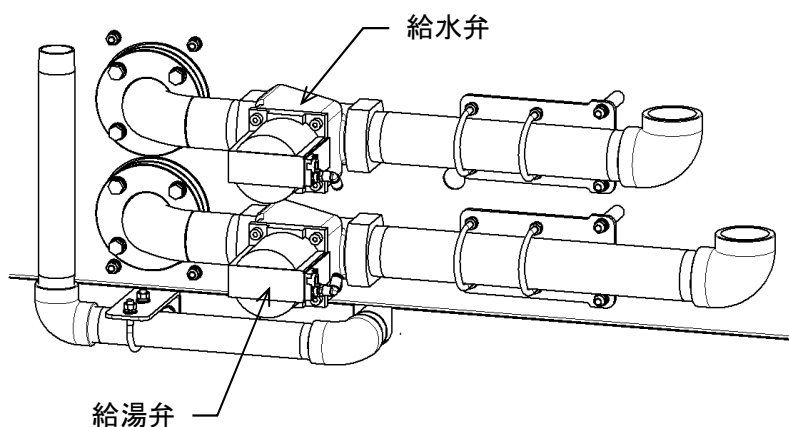

図 8-21
- ・ ⑮ボルト(M8)を緩めて②排水弁フタを⑬エアシリンダの付いたまま取り外します。
- ・ ⑯ナット(M10)を緩めて弁部をシリンダーシャフトから取り外します。
- ・ ④弁座金と③弁取付金具を取り外します。Oリングは付けたままにしておきます。
- ・ ⑧弁上板と⑨弁下板を取り外します。
- ・ ⑩排水弁を新しい物と取り替えた後、逆の手順で組み付けます。
8. 3.15 給水・給湯弁(図 8-21)